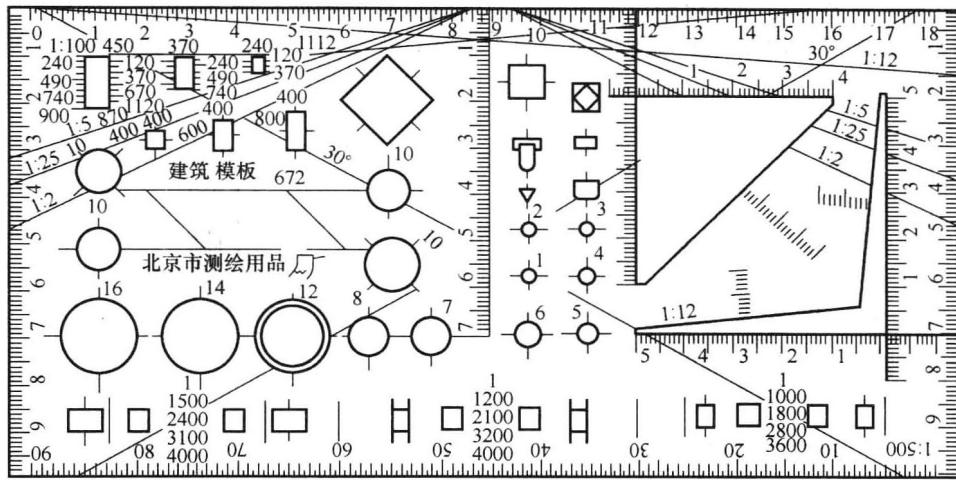

图 2-12 建筑模板
1. 建筑模板 建筑模板主要用来画各种建筑标准图例和常用符号，如柱、墙、详图索引符号、轴线圆圈等。模板上刻有可以画出各种不同图例或符号的孔，如图 2-12 所示。其大小符合一定的比例，只要用笔沿孔内画一周，图例就出来了，可以提高制图效率。